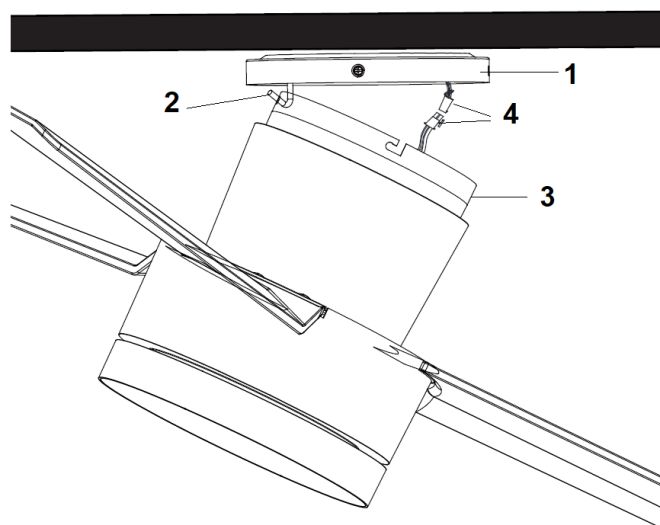

Fig. 5
- Soulevez l'ensemble de ventilateur jusqu'au support de montage (1), laissez le crochet en J (2) du support de montage passer par le trou du capot de suspension (3) et accrochez l'ensemble de ventilateur. Fig. 5
- Raccordez ensemble le connecteur mâle et le connecteur femelle (4). Fig. 5